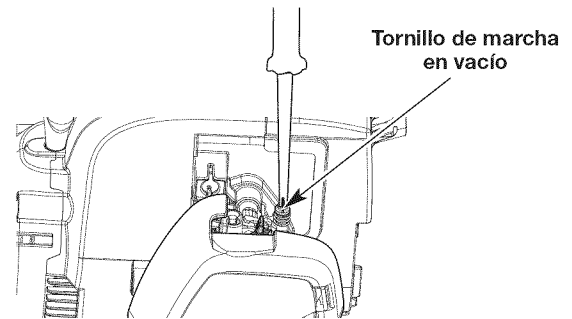

Fig. 18
2. Suelte el control del regulador y deje que el motor trabaje en vacío. Si el motor se apaga, use un destornillador pequeño Phillips para girar el tornillo de marcha en vacío en el sentido de las agujas del reloj, dándole 1/8 de vuelta cada vez (según sea necesario), hasta que el motor funcione en marcha en vacío sin inconvenientes (Fig. 18).
3. Si el motor entra en marcha en vacío muy rápidamente, gire el tornillo de marcha en vacío en sentido contrario a las agujas del reloj 1/8 de vuelta cada vez (según sea necesario) para reducir la marcha en vacío (Fig. 18).